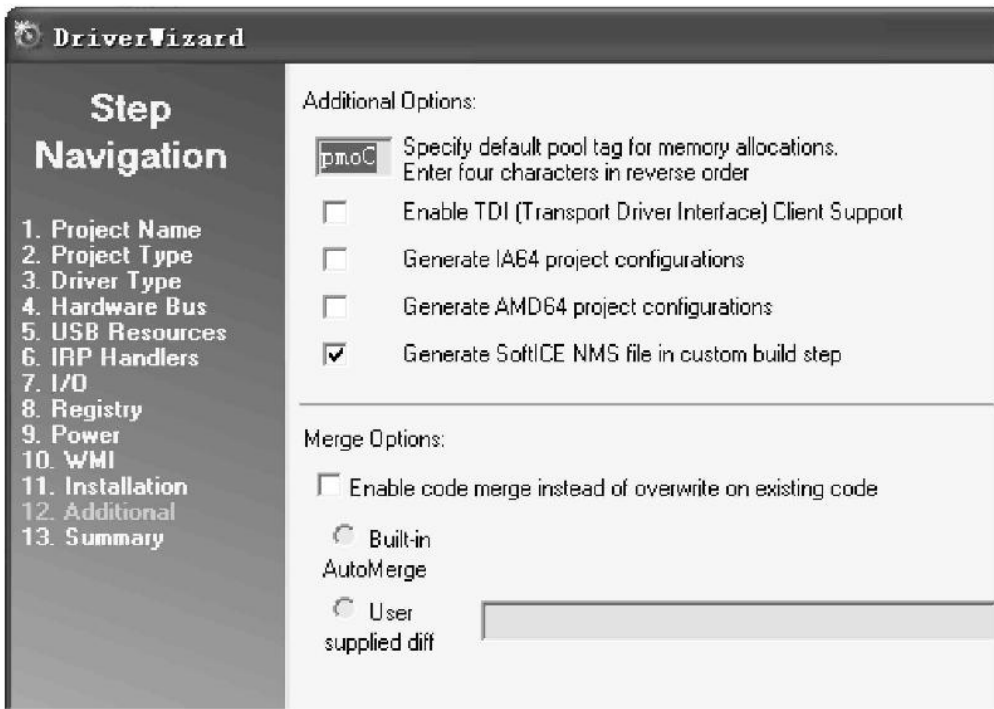

图 9.4.16 附加信息
(12) 附加信息。这里不用设置,使用默认值即可,如图 9.4.16 所示。